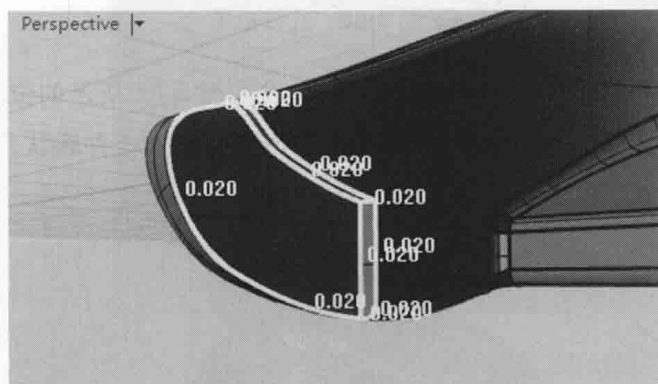
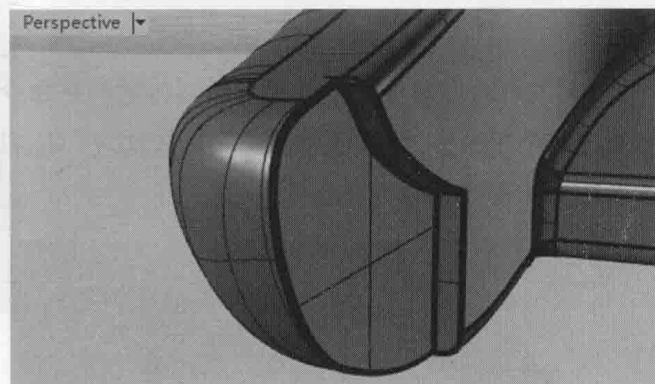

图 5-93 选择边缘
图 5-94 圆角效果
(6) 单击【不等距边缘圆角】按钮 , 将【目前的半径】的值修改为 0.05 (可根据实际操作选择不同的数值), 再选取如图 5-93 所示的边缘。右击并确认, 圆角效果如图 5-94 所示。